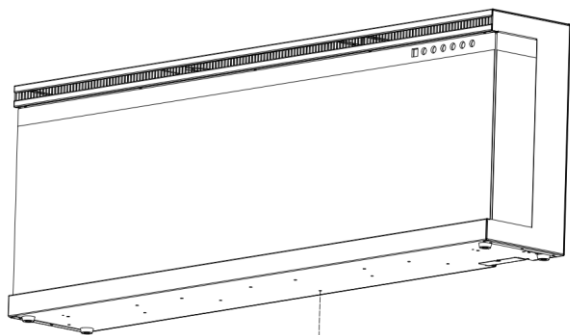

Fig 1-1
A. Sundejte stříbrný šroub ve spodní části zařízení. (**Fig. 1-1**). Odložte šroub stranou.